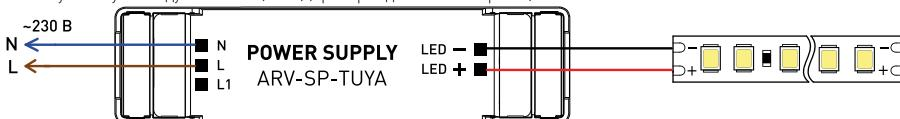

Рис. 1. Схема подключения одноканального источника питания [для арт. 052987, 052989]
- 3.6. Подключите входные провода источника питания со стороны **INPUT** к обесточенной электросети, соблюдая маркировку: **N** — синий провод, **L** — коричневый провод (пример подключения на рис. 1).